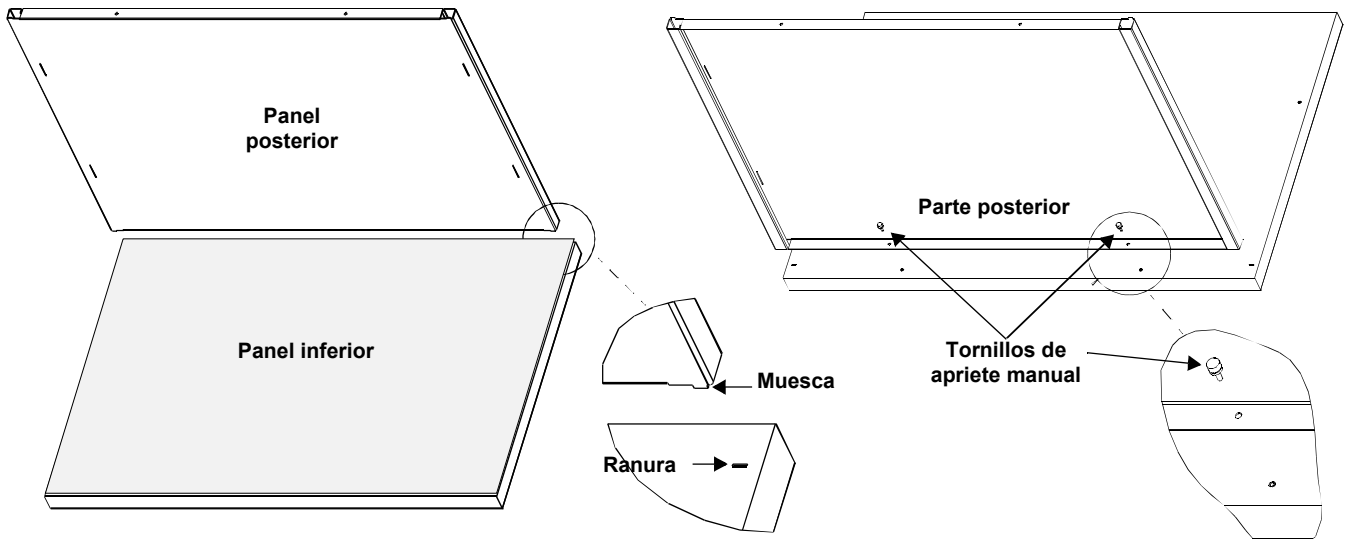

Figura 2. El panel posterior en el panel inferior
- Introduzca las lengüetas del panel posterior (#2) en las ranuras traseras del panel inferior (#1). Fije el panel posterior al panel inferior con los dos tornillos de mano, tal como se muestra en la Figura 2.